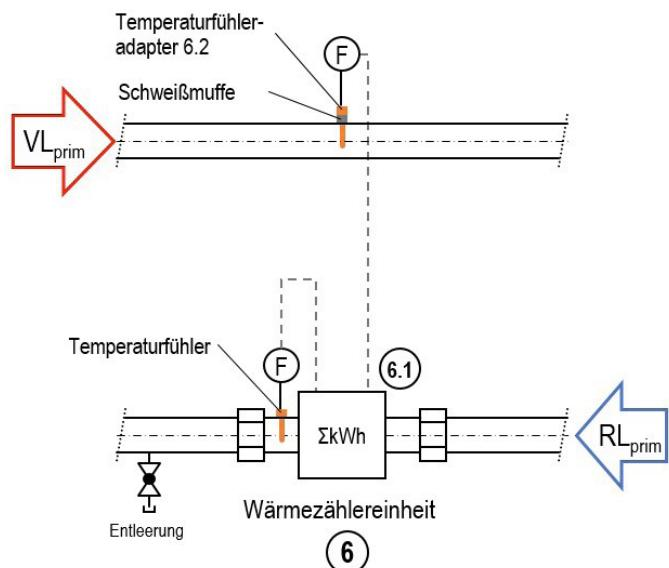
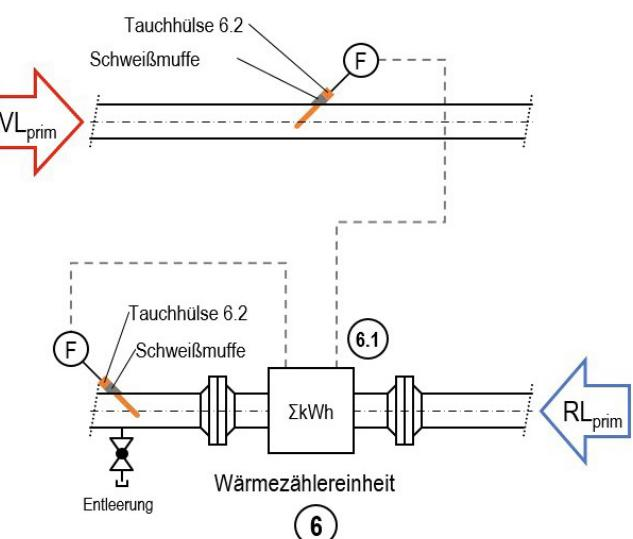

Abbildung 3: Einbauvorschrift Wärmezählerleinheit Qp 1,5 / Qp 2,5, geschraubte Ausführung
Abbildung 4: Einbauvorschrift Wärmezählerleinheit ab Qp 3,5, geflanschte Ausführung, 45° geneigt
- o Die Schweißmuffen sind bei Wärmezählerleinheiten Qp 1,5 m^3/h und $2,5 \text{ m}^3/\text{h}$, beide senkrecht (90°) und bei Wärmezählerleinheiten Qp 3,5 m^3/h , 6 m^3/h , 10 m^3/h , 15 m^3/h , alle schräg (45°) zur Rohrachse gegen die Flussrichtung, bei $25 \text{ m}^3/\text{h}$, $40 \text{ m}^3/\text{h}$ und $60 \text{ m}^3/\text{h}$, alle senkrecht (90°) zur Rohrachse einzuschweißen. (siehe Abbildung 3 und Abbildung 4)